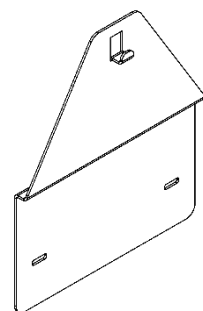

Рисунок 6. Переходная планка
7.2.3 При наличии в задней стенке только одного монтажного отверстия (сверху), а также если ранее был установлен аппарат марки «NEVA» или «BaltGaz», который крепился к стене с помощью двух крючков, можно выкрутить данные крючки и использовать отверстия для установки переходной планки (см. рис. 6). Переходная планка 114511-00.050 позволяет смонтировать аппарат с использованием уже имеющихся крепежных отверстий в стене. Переходная планка приобретается отдельно в фирменных магазинах или на сайте baltgaz.ru.